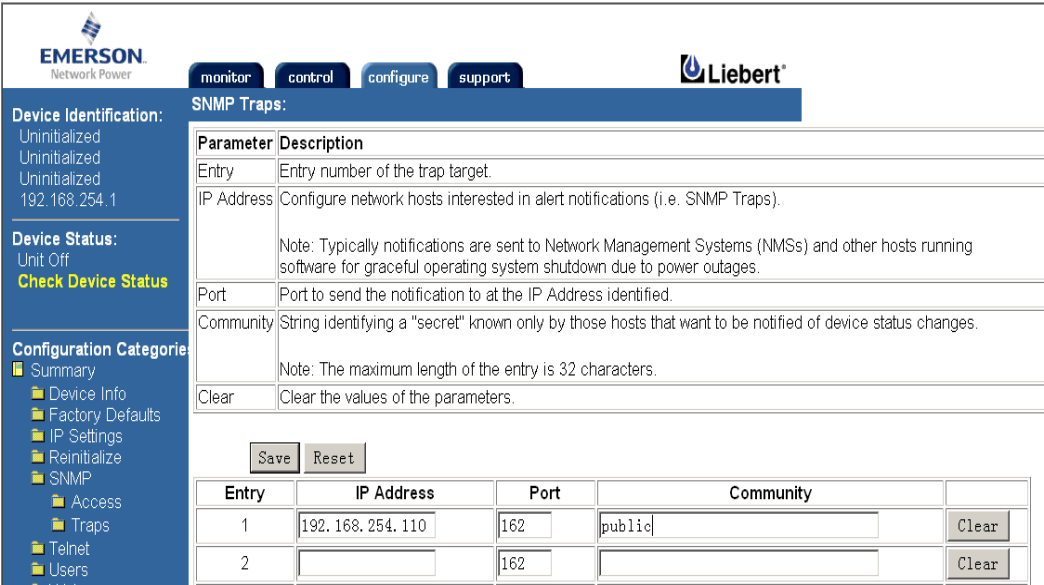

图1-13 SNMP 后台监控中心 NMS 配置界面（2）
5. 在图 1-13 的左面板上展开 **SNMP** 后，点击 **Traps**，用于设置接收 Traps 的 NMS 的 IP 地址，Port 和 Community。修改完成后，必须点击 **Save** 保存设置。